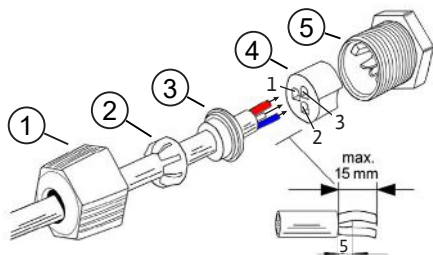

Fig. 18: Konektor Quickon
2. Odstraňte opláštění kabelu signálu (cca 15 mm). Konce vodičů musí být v rovině se spojovacím kroužkem (poz. 4) nebo mohou přechýlat o max. 2 mm, viz Fig. 18.